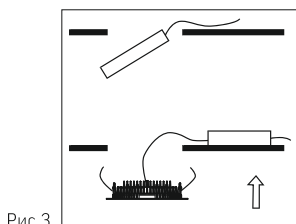

Рис.3
- Зафиксируйте светильник в отверстии рис. 3; рис. 3а;
Рис.3а